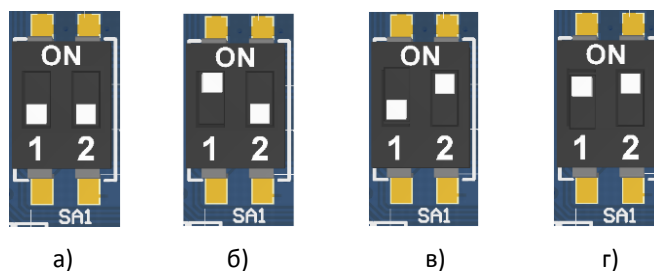

Рисунок 24. Переключатель SA1:
- Переставить тумблер **2** переключателя **SA1** в положение **ON** (смотрите рисунок 24 пункт в), включить ККТ. При этом будет воспроизведен характерный звуковой сигнал (короткая мелодия).
6. Переставить тумблер **1** переключателя **SA1** в положение **BOOT** (смотрите рисунок 24).
2. Установить на плате блока управления AL.P051.41.000 тумблер **1** переключателя **SA1** в положение **BOOT (ON)** (подробнее смотрите рисунок 24). Изделие произведет
3. Включить изделие. Переставить тумблер **1** переключателя **SA1** блока управления в положение **BOOT (ON)** (подробнее смотрите рисунок 24).